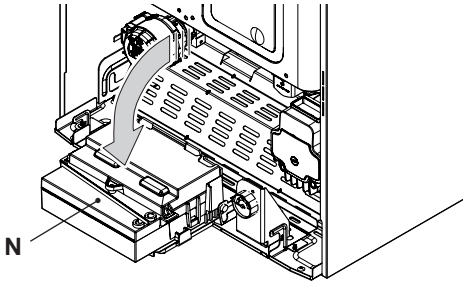

Figura 5.20
- Individuare il coperchio copri morsettiera N (Figura 5.20) rimuovere le viti di tenuta ed aprirlo.